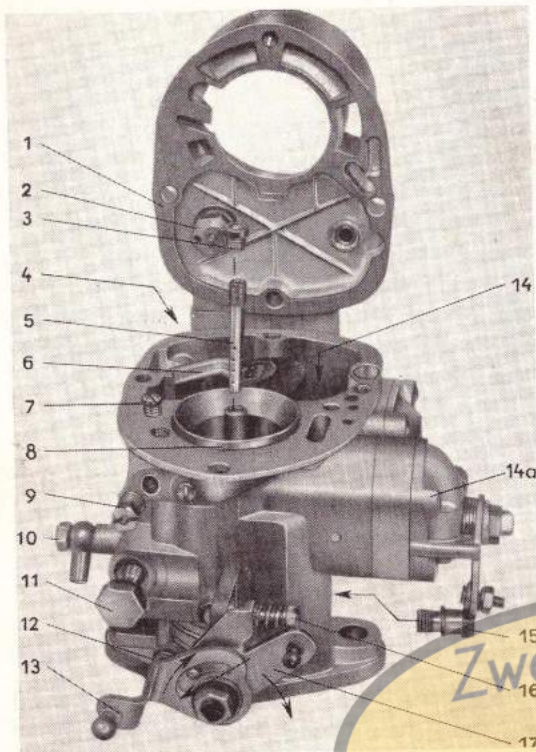

Abb. 62
- Gestänge der Frischöl-Automatik so einstellen, daß der Schleppebel spielfrei am Mitnehmerbolzen vom Drosselklappenhebel anliegt (siehe Hinweispfeil in Abb. 62). Beim Einhängen des Kugelkopfes darf sich die Leerlaufdrehzahl nicht erhöhen (nur bei Fahrzeugen mit Frischöl-Automatik zutreffend).